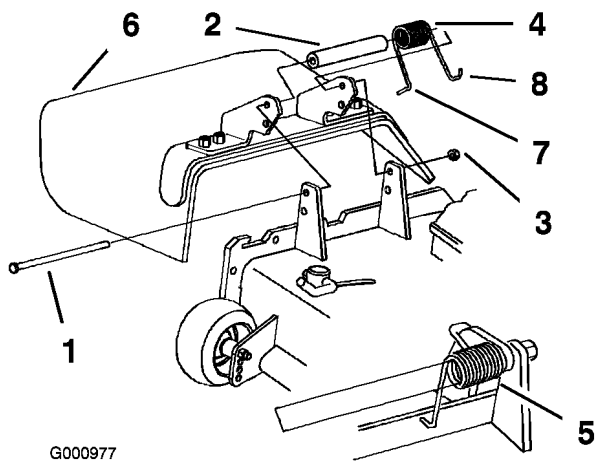

Figure 69
- Retirez le contre-écrou, le boulon, le ressort et l'entretoise qui fixent le déflecteur aux supports de pivot (Figure 69). Enlevez le déflecteur s'il est endommagé ou usé.
Remarque: Prenez soin de placer l'extrémité en **L** du ressort derrière le bord du plateau avant de mettre le boulon en place, comme illustré (Figure 69).
- Remettez le boulon et l'écrou. Accrochez l'extrémité en **J** du ressort au déflecteur d'herbe (Figure 69).